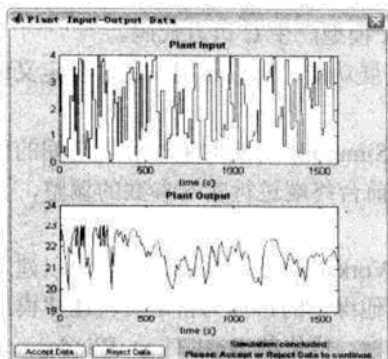
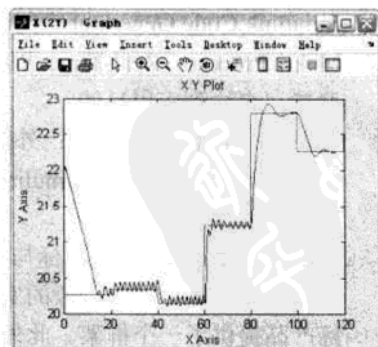

图 19.38 生成训练数据
图 19.39 仿真结果
- (1) 单击 `Generate Training Data` 按钮，产生辨识神经网络训练数据，如图 19.38 所示。
- (2) 单击 `Accept Data` 按钮，回到【神经网络辨识】参数对话框。
- (3) 单击 `Train Networks` 按钮进行神经网络训练，训练完成后，会弹出训练结果。
- (4) 在【神经网络辨识】对话框中单击 `OK` 按钮，回到【神经网络预测控制器】设置对话框。
- (5) 在【神经网络预测控制器】参数设置对话框中，单击 `OK` 按钮，完成神经网络控制器设置，回到 Simulink 模型窗口。
- (6) 运行 Simulink 模型，仿真结果如图 19.39 所示。